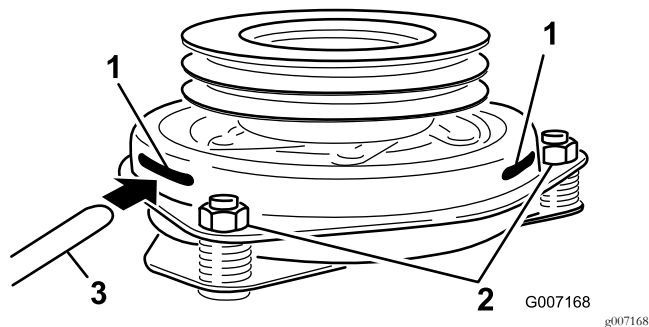

Figura 60
superficies de fricción del rotor y el inducido (Figura 60).
10. Apriete las contratuercas hasta fijar ligeramente la galga pero dejando que ésta se pueda mover con facilidad en la separación (Figura 60).